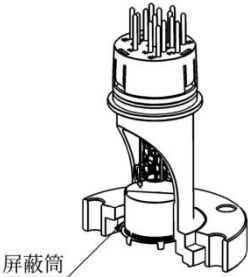

图 4-5
- 3.在 PVD 炉、热处理炉、烧结炉等真空炉中背景气体复杂，有气相沉积物、有诸如卤素等各种污染物、建议使用屏蔽加强型号，或者单独配置屏蔽筒（如图 4-5）。